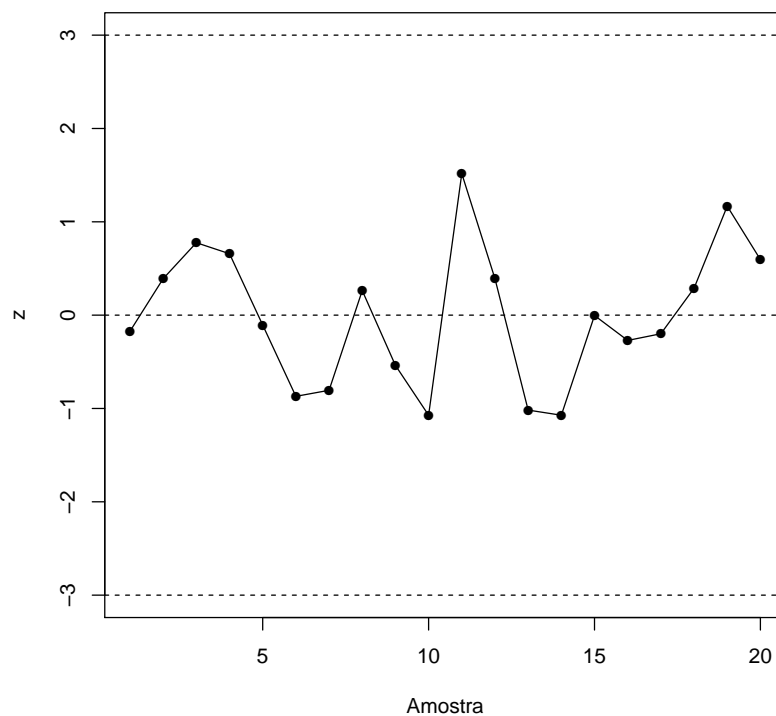

Figura 11: Gráfico de controle para os dados padronizados.
A padronização é feita utilizando a equação (5), na Figura 11 apresentamos o gráfico para os dados padronizados.